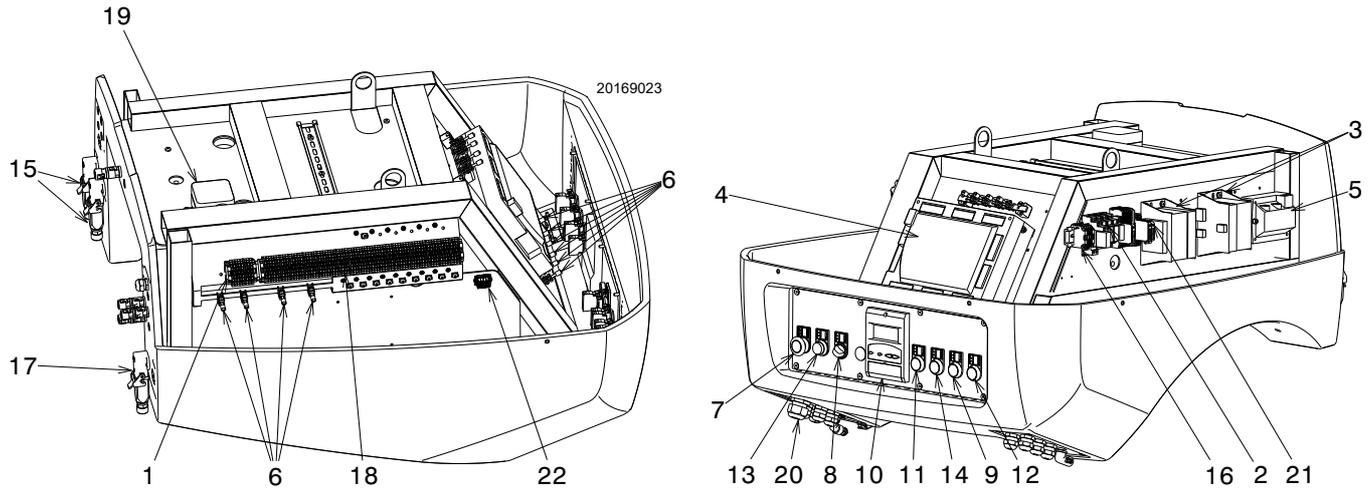

Fig. 5
- **Störabschaltung des Gerätes:** das Aufleuchten der Taste 13)(Fig. 5) (**rote Led**) weist auf eine Störabschaltung des Brenners hin. Zur Entriegelung die Taste 13)(Fig. 5) drücken.